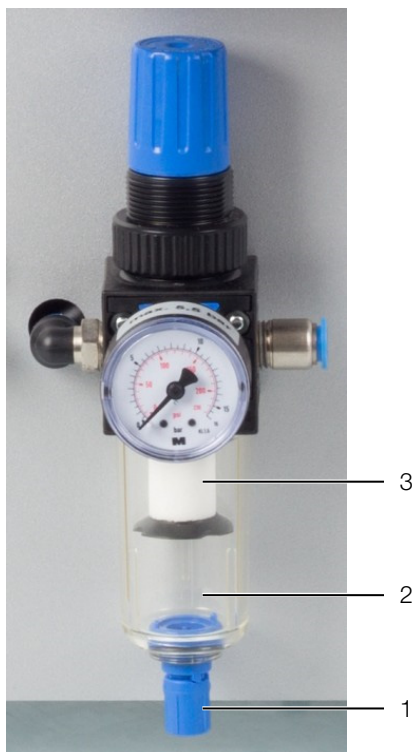

Imagen 24: Unidad de mantenimiento del aire comprimido
- Para vaciar el agua de condensación, pulse el tapón de drenaje (imagen 24, pos. 1) hacia arriba.
- Para sustituir el filtro, desenrosque el depósito de agua de condensación (imagen 24, pos. 2) y gire el filtro hasta extraerlo (imagen 24, pos. 3).